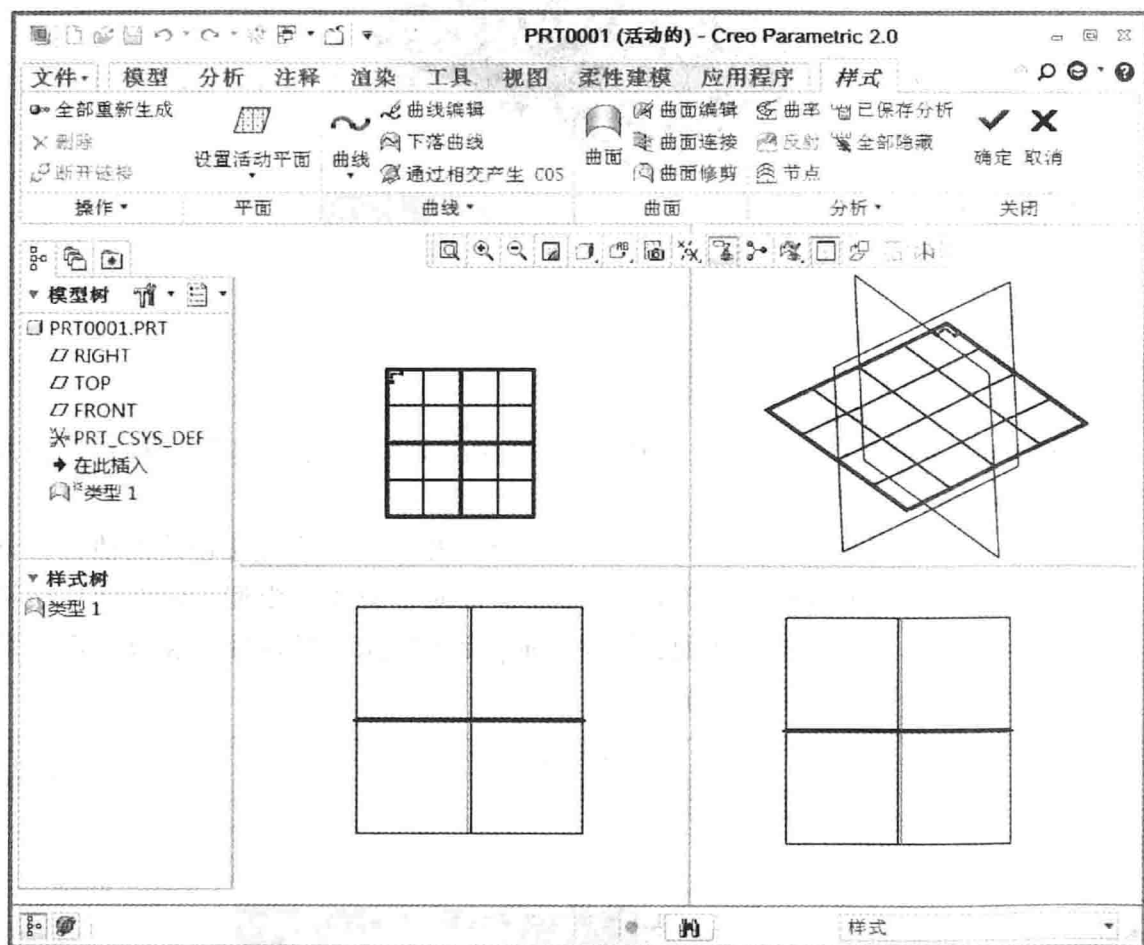

图 1-6 造型曲面创建环境
- **造型曲面**：也称交互式曲面(Interactive Surface Design eXtension, ISDX)。它将艺术性和技术性完美地结合在一起,将工业设计的自由曲面造型工具并入设计环境中,使得设计师能在同一个设计环境中完成产品设计,避免了外形结构设计与部件结构设计的脱节,其创建环境如图 1-6 所示。